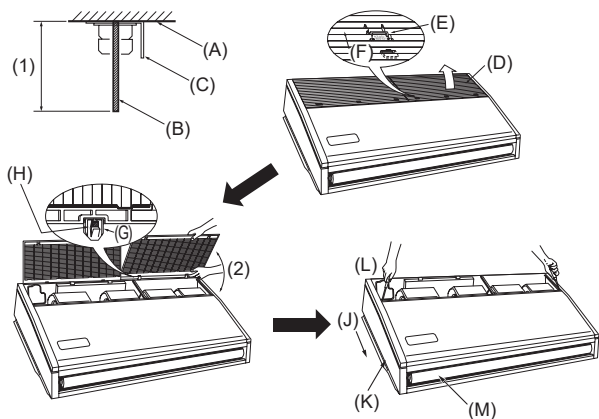

Fig. 3-4
- (D) Utiliser des clavettes de 100 à 150 kg chacune.
- (E) Utiliser des boulons de suspension de taille W3/8 ou M10.
3.2.4. Préparation de l'appareil intérieur (Fig. 3-4)